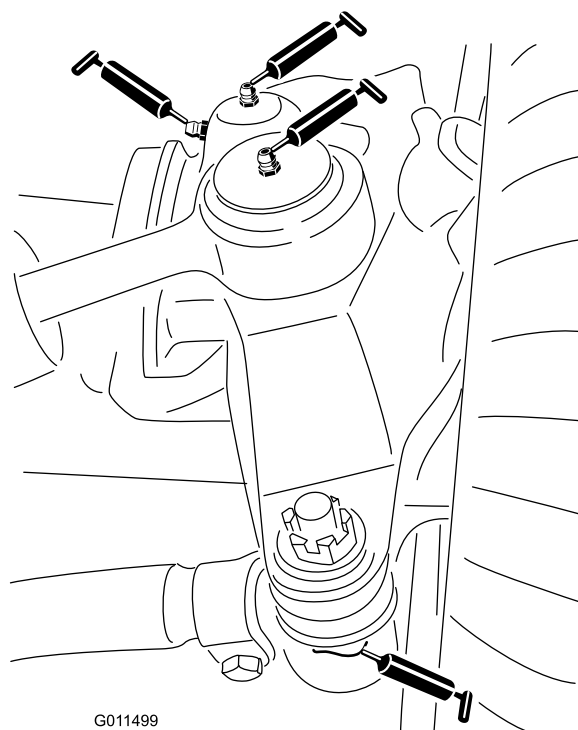

Figure 37
- 2 rotules de vérin de direction (Figure 37)
- 2 rotules de biellettes (Figure 37)
- 2 bagues de pivots de fusées (Figure 37).